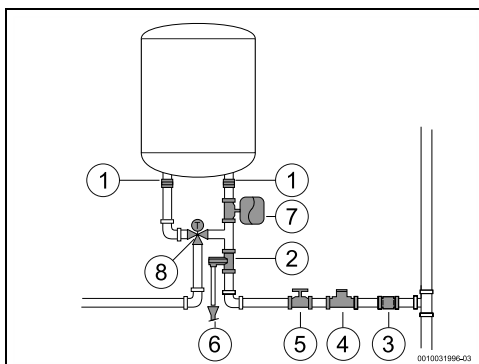

Fig. 13 Ligação de água
- ▶ instalar uma válvula redutora (Fig. 13, [4]). A válvula de descarga vai atuar sempre que a pressão da água no aparelho for superior a 8 bar ( $\pm 0,5$  bar), pelo que é necessário prever uma forma de canalizar o escoamento dessa água.
- ▶ instalar um vaso de expansão (Fig. 13, [7]) para evitar que a abertura da válvula de descarga seja tão frequente. O volume do vaso de expansão deve ser o equivalente a 5% do volume do aparelho.